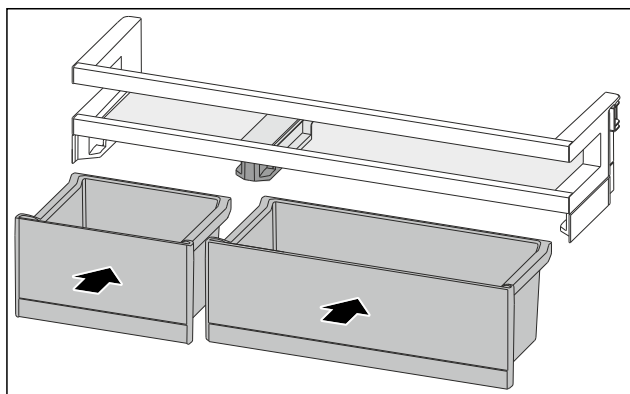

Fig. 117
- Sett inn VarioBoxer i endret anordning. (se Fig. 117)